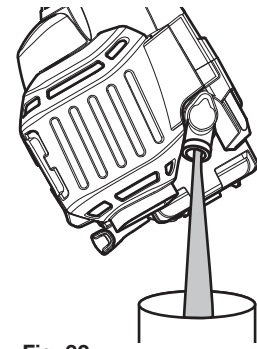

Fig. 32
3. Incline la unidad verticalmente para verter el aceite fuera del orificio de llenado de aceite y al interior del recipiente (Fig. 32). Deje bastante tiempo para que se drene completamente.